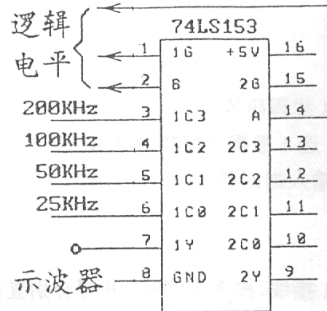

图 6.2
- (1). 将双 4 选 1 数据选择器 74LS153 参照图 6.2 接线,测试其功能并填写功能表。
- (2). 将学习机脉冲信号源中固定连续脉冲 4 个不同频率的信号接到数据选择器
- (3). 分析上述实验结果并总结数据选择器作用。